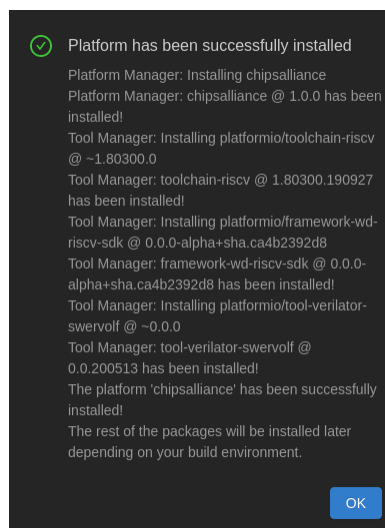

Figura 43. Instalación correcta de la Plataforma Chips Alliance
- Una vez completada la instalación, se muestra un resumen de las herramientas que se han instalado, (Figura 43). Haga clic en el botón  para cerrar esa ventana.